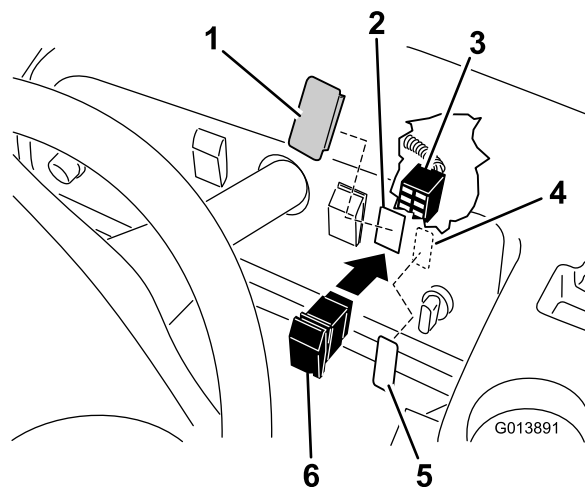

Figura 15
1. Retire o tampão do furo na parte superior do tablier (Figura 15).
2. Introduza o interruptor no furo no tablier (Figura 15).